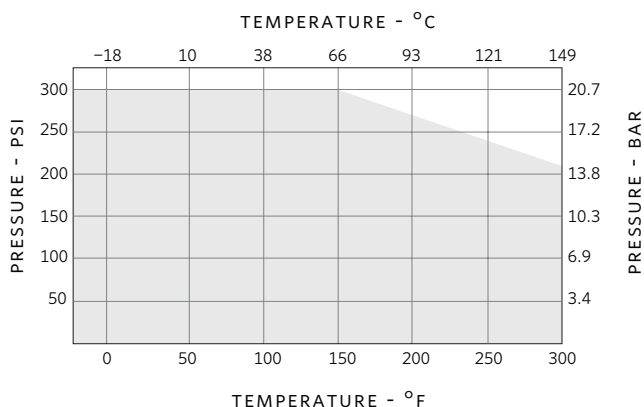

图. 13
3.4 在FTV出口多功能阀的性能曲线上（图13）找到在第3.2步中确定的压差，然后沿水平方向画直线与阀门性能曲线相交。然后从交点往下画垂直线，读取图标下方的流量。